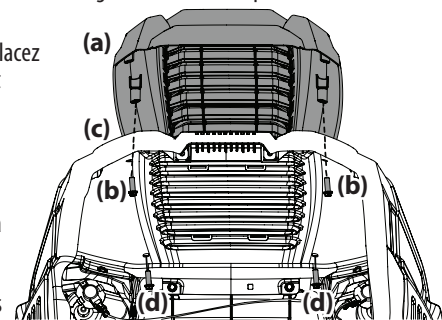

Figure 5
2. Pour fixer le couvercle (a), placez les boulons par le dessous, serrez à la main les boulons (b) sur la partie arrière du capot avant de bien les serrer. Voir Figure 5.
3. Puis, alignez les trous du couvercle (a) avec ceux du capot (c) et vissez les deux boulons (d). Voir Figure 5 à la page 7.